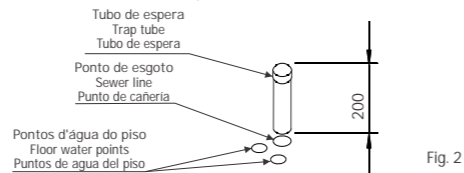

Fig. 2
- 1** Para conectar a válvula de escoamento da cuba com o sistema de esgoto do piso, é recomendável utilizar na saída para o piso, um tubo de espera do esgoto de 200mm. Fig. 2.
To connect the drain valve of the lavatory with the sewage system of the floor, we recommend to use on the floor, a trap tube 200mm. Fig. 2.
Para conectar la válvula de desagüe de la bacia con el punto de alcantarilla en el piso, se recomienda utilizar en la salida para el suelo un tubo de espera de 200 mm. Fig. 2.